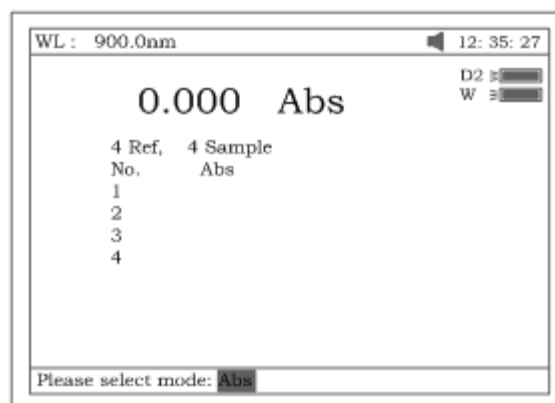

Рисунок 103
2. Нажмите клавишу **[F2]** для выбора режима анализа (Abs или %T, см.рис.103).